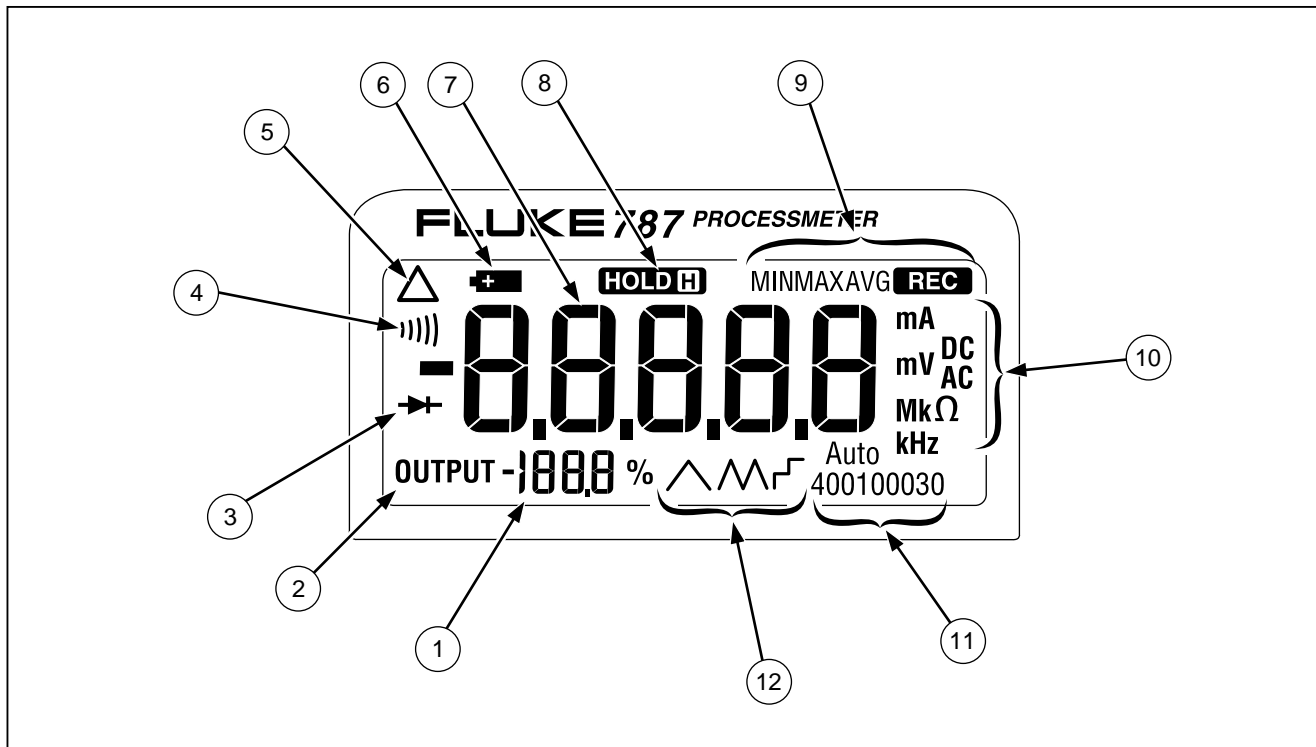

Abbildung 6. Elemente der Anzeige
- Abbildung 6 und Tabelle 6 erklären alle Elemente der Anzeige.